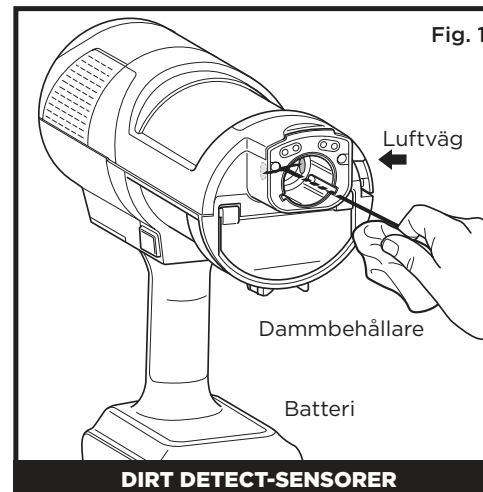
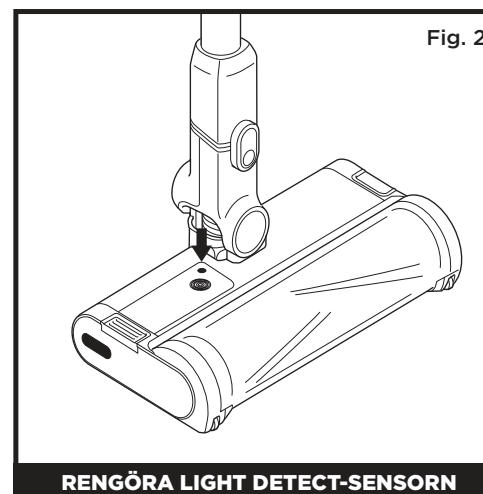

Fig. 1
Fig. 2
För att rengöra sensorerna (Fig. 1):
2. Hitta DirtDetect-sensorn i munstycket på den handhållna dammsugaren (Fig. 1), LightDetect-sensorn ovanpå munstycket (Fig. 2) och EdgeDetect-sensorn på sidan av munstycket (Fig. 3).